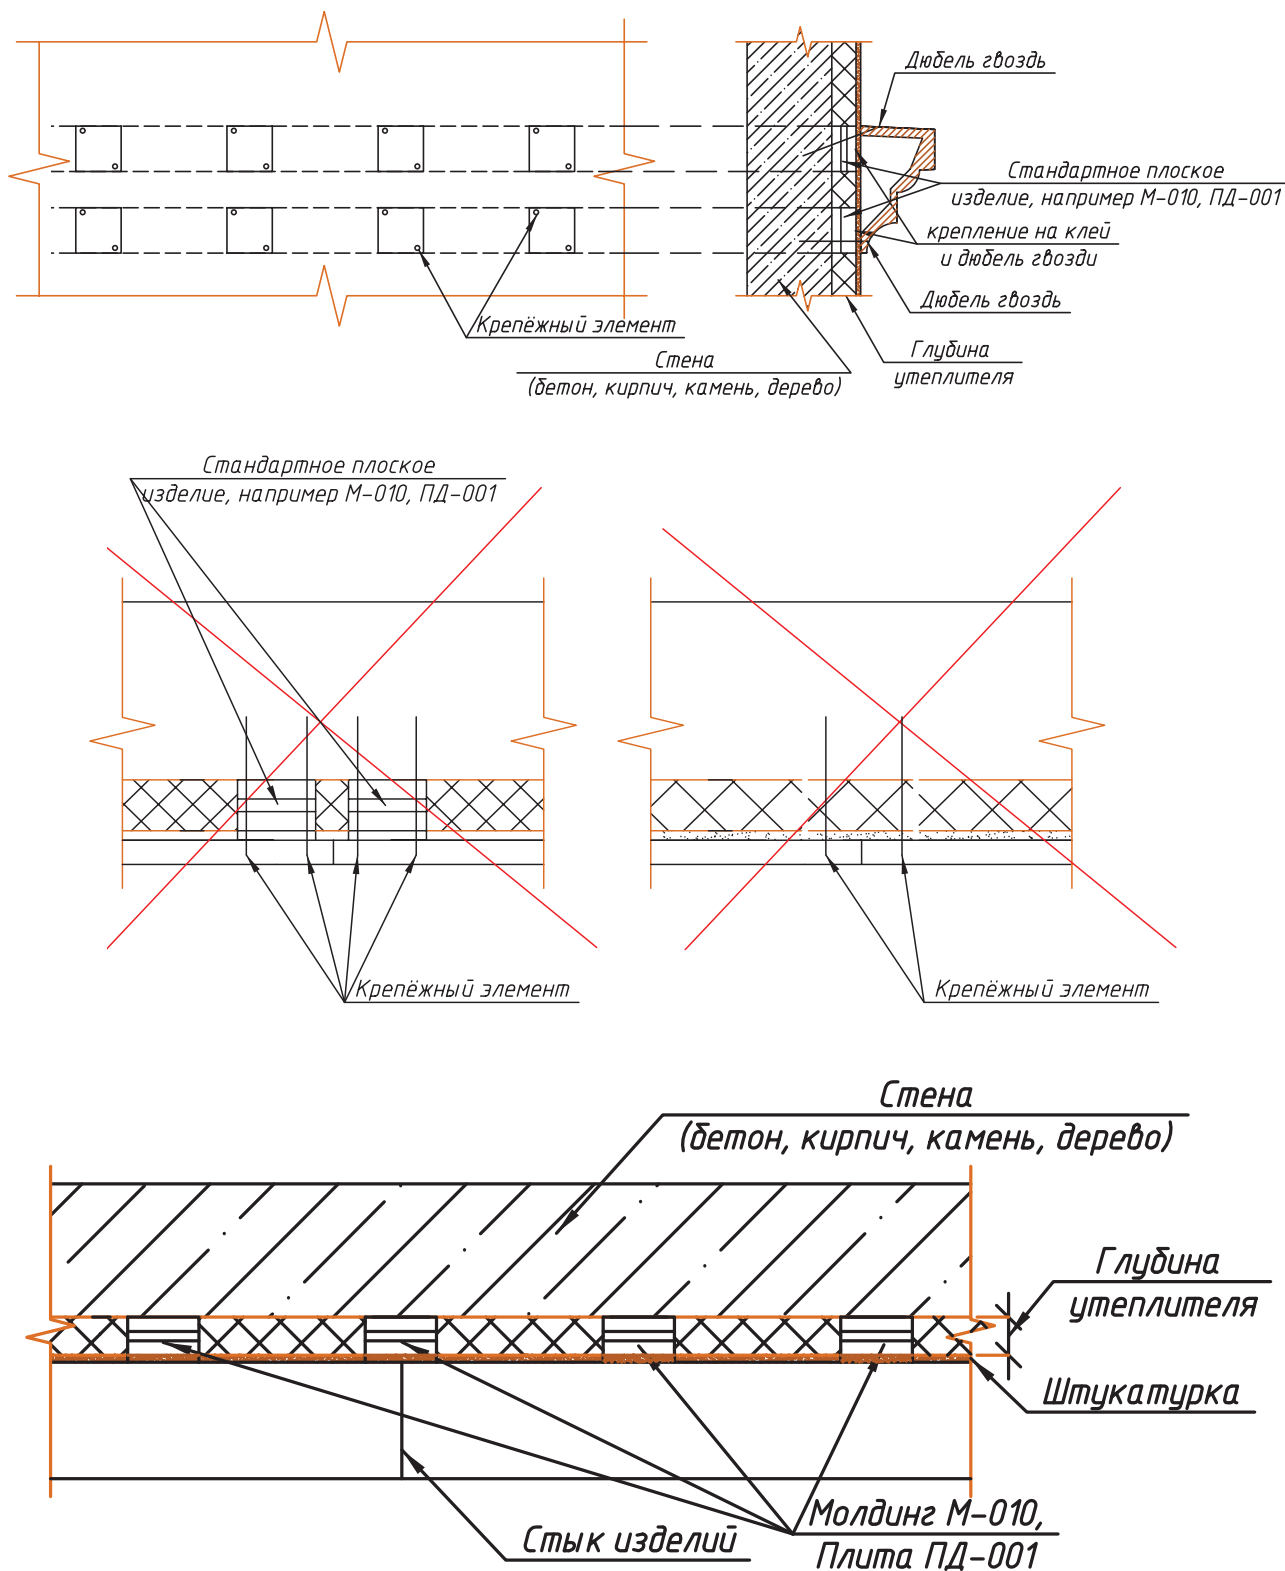

Рис. 4-2
**ВАЖНО:** Стык изделий выполнять на одном заполненном отверстии (рис. 4-2).